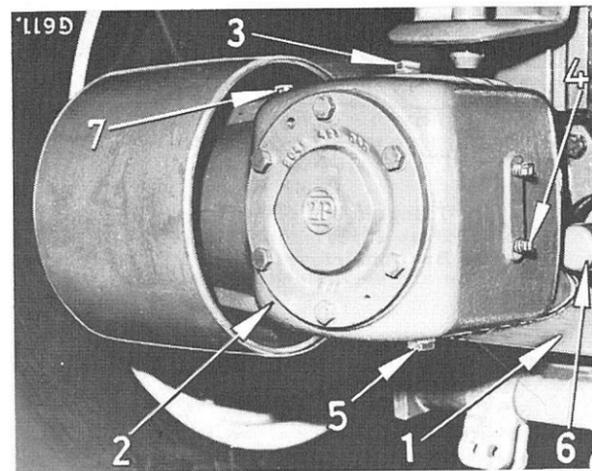

Fig. 39
Retirez le garant de l'arbre gauche de prise de force (1000 tr/mn). Montez la plaque (1) Fig. 39 à l'aide de quatre vis Allen. Engagez le carter de poulie sur l'arbre de prise de force, la poulie étant dirigée vers la gauche comme l'indique la figure. Fixez